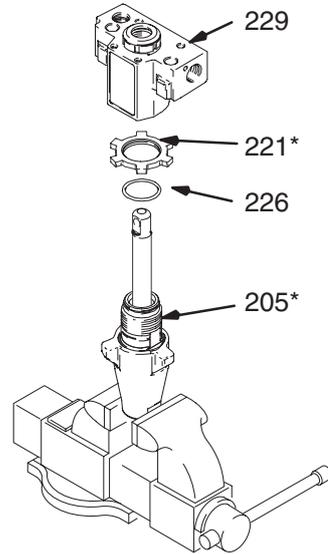

Fig. 18
Fig. 18. Instale la contratuerca (226) en el cilindro. Engrase la junta tórica (221*) y colóquela en el cilindro. Instale el colector (229) en el cilindro (205) y apriete a un par de $81 \pm 6,8$ N.m. Apriete la contratuerca (226) a un par de $101,7 \pm 6,8$ N.m.